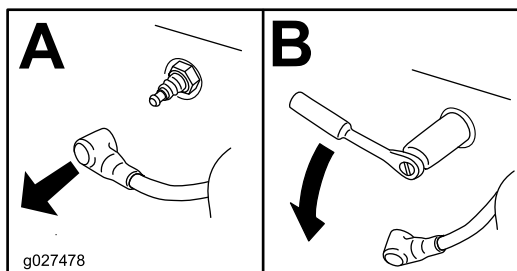

Figure 50
4. Enlevez la bougie (Figure 50).